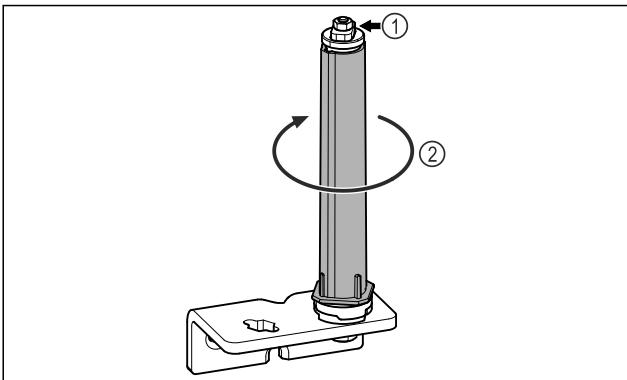

Fig. 28
- Не розбирати систему закриття дверей Fig. 28 (1).
- ▶ Повернти систему закриття Fig. 28 (2) до клацання.